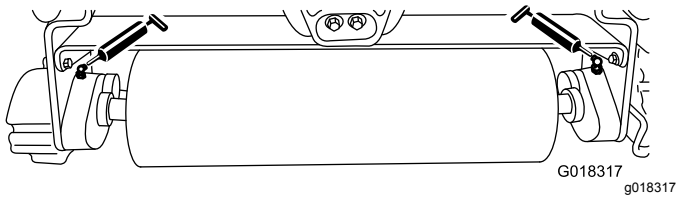

Bild 6
Fetten Sie die zwei Schmiernippel (Bild 6) an jeder Dreifachrolle nach jeweils 15 Betriebsstunden mit einem Nr. 2 Schmierfett auf Lithiumbasis ein. Eine Handfettpresse ergibt die besten Ergebnisse.
2. Tragen Sie Schmiermittel auf die Wellenlager der Dreifachrolle auf, bis Sie einen Druck spüren (Bild 6).